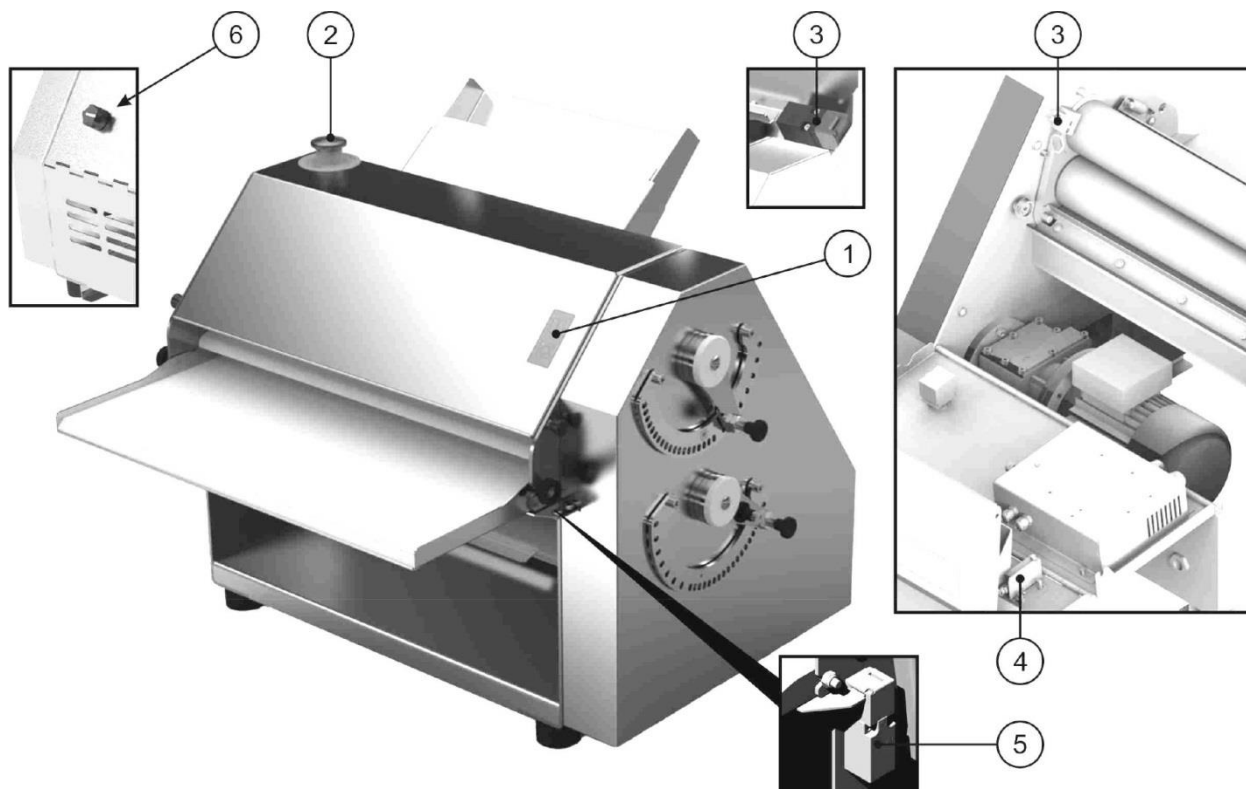

Рисунок 3
- * Нажмите кнопку (номер 10) **I (вкл.)** (номер 1 Рис. 3), которая включится для обозначения имеющегося напряжения
- Используйте переключатель 6 на Рис. 3 для установки продолжительности цикла (30'' – 1 мин. – 5 мин.). **для активации функции заданного времени, нажмите кнопку остановки 0 (откл.), поверните переключатель, а затем нажмите на кнопку I (вкл.).**